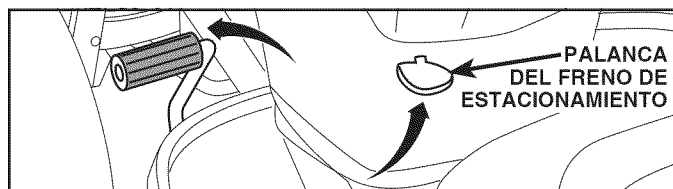

Fig. 28
1. ACCIONE LA PALANCA DEL FRENO DE ESTACIONAMIENTO Y LA PALANCA DE LEVANTAMIENTO DEL ACCESORIO INFERIOR (Vea Fig. 28 y 29)